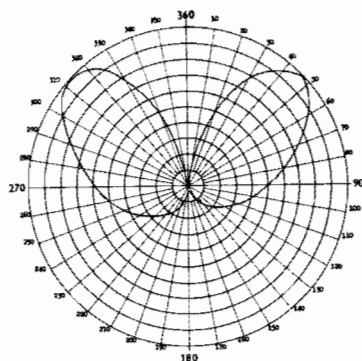

Bild 8. Pejldiagram vid 110 Mp/s
- Bild 8.** Pejldiagram vid 110 Mp/s